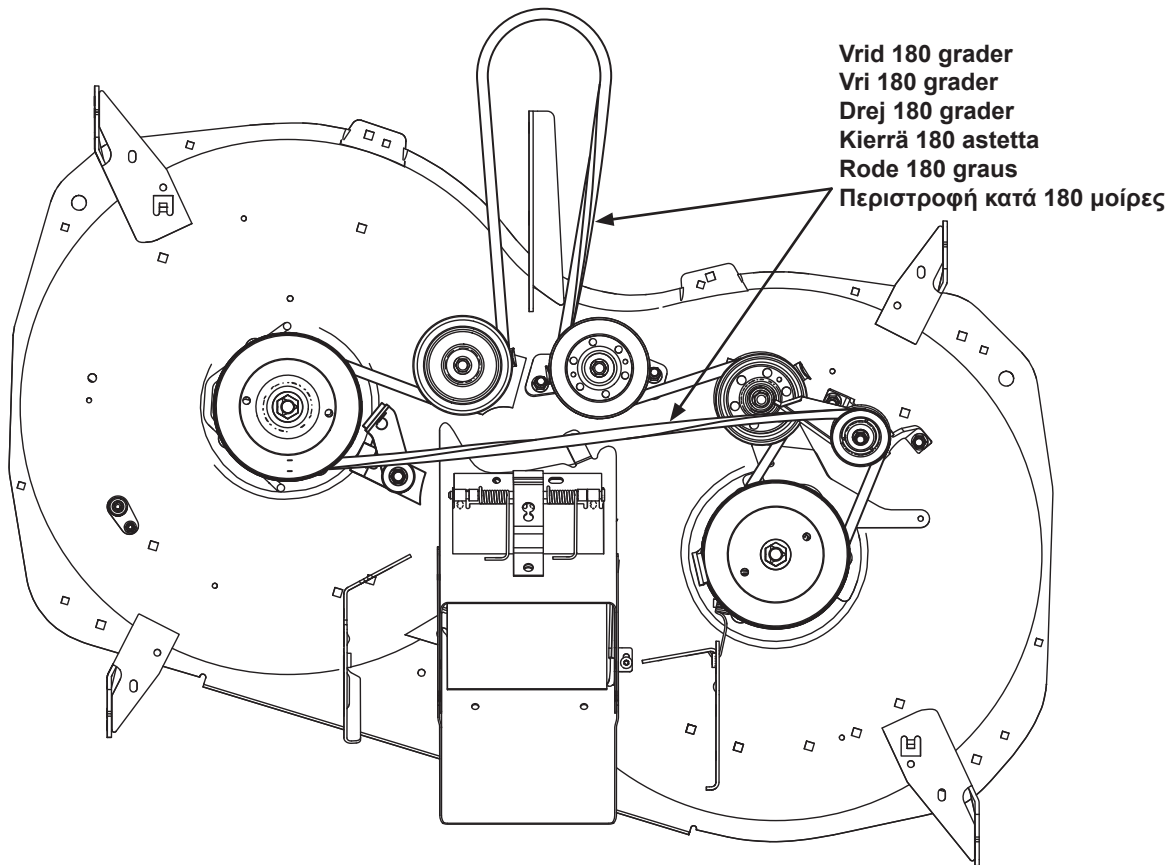

Fig. 7
- Ⓢⓔ 10. Sätt fast den nya remmen (lägg märke till remdragningen) (bild 7).
- Ⓝⓞ 10. Fest en ny rem (legg merke til rem-rutingen) (Fig. 7).
- ⓓⓀ 10. Monter ny rem (bemærk remføring) (fig. 7).
- Ⓟⓣ 10. Fixe a nova correia (tenha em atenção a orientação da correia) (fig. 7).